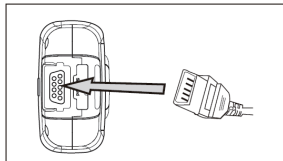

Fig.4.1
2. Insérer la sonde SpO_2 dans la prise de sonde (se référer à la Fig.4.1). Si la sonde SpO_2 est déconnectée de l'unité, un message « Sonde déconnectée » s'affichera dans la barre de statut au coin supérieur gauche de l'écran d'affichage.